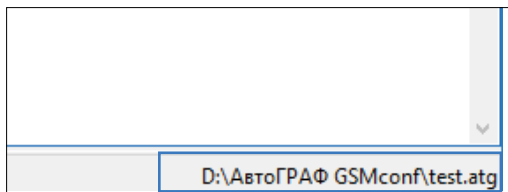

Рис.12. Текущий открытый файл с настройками.
- Текущий открытый файл, с которым работает программа и в который будут записаны настройки подключенного прибора после их сохранения, указывается в правом нижнем углу окна программы «AG.GSMConf» (**Рис.12**).